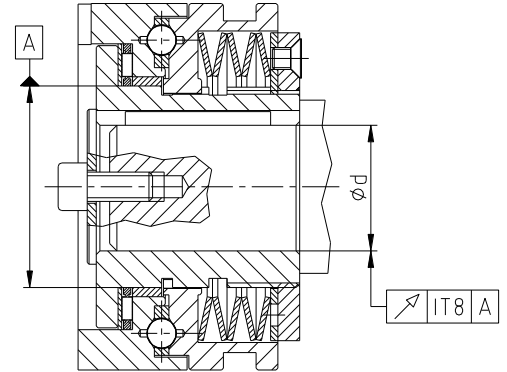

Bild 9: Rund- und Planlaufgenauigkeit
- Die Rund- bzw. Planlaufgenauigkeit (siehe Bild 9) ist einzuhalten.
- Sehen Sie eine Endscheibe für die axiale Sicherung der KTR-SI-Kupplung vor (siehe Bild 9 im Kapitel 4.3).